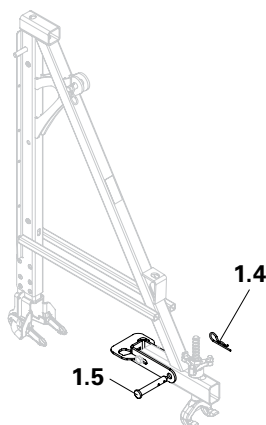

Fig. A3.18
1. Enlever la goupille de sécurité (1.4) et l'axe (1.5) de la console MXK RS. (Fig. A3.18 + A3.19)